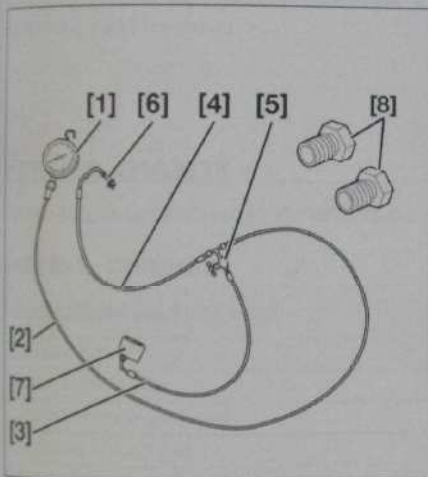

Fig. 21
- Ensemble de contrôle [1], [2], [3], [4], [5], [6], [7] et [8] (Coffret ref. 0710.ZY) (Fig.21).
- Préparer l'ensemble de contrôle [1], [2], [3], [4], [5], [6] et [7] (Fig.21).